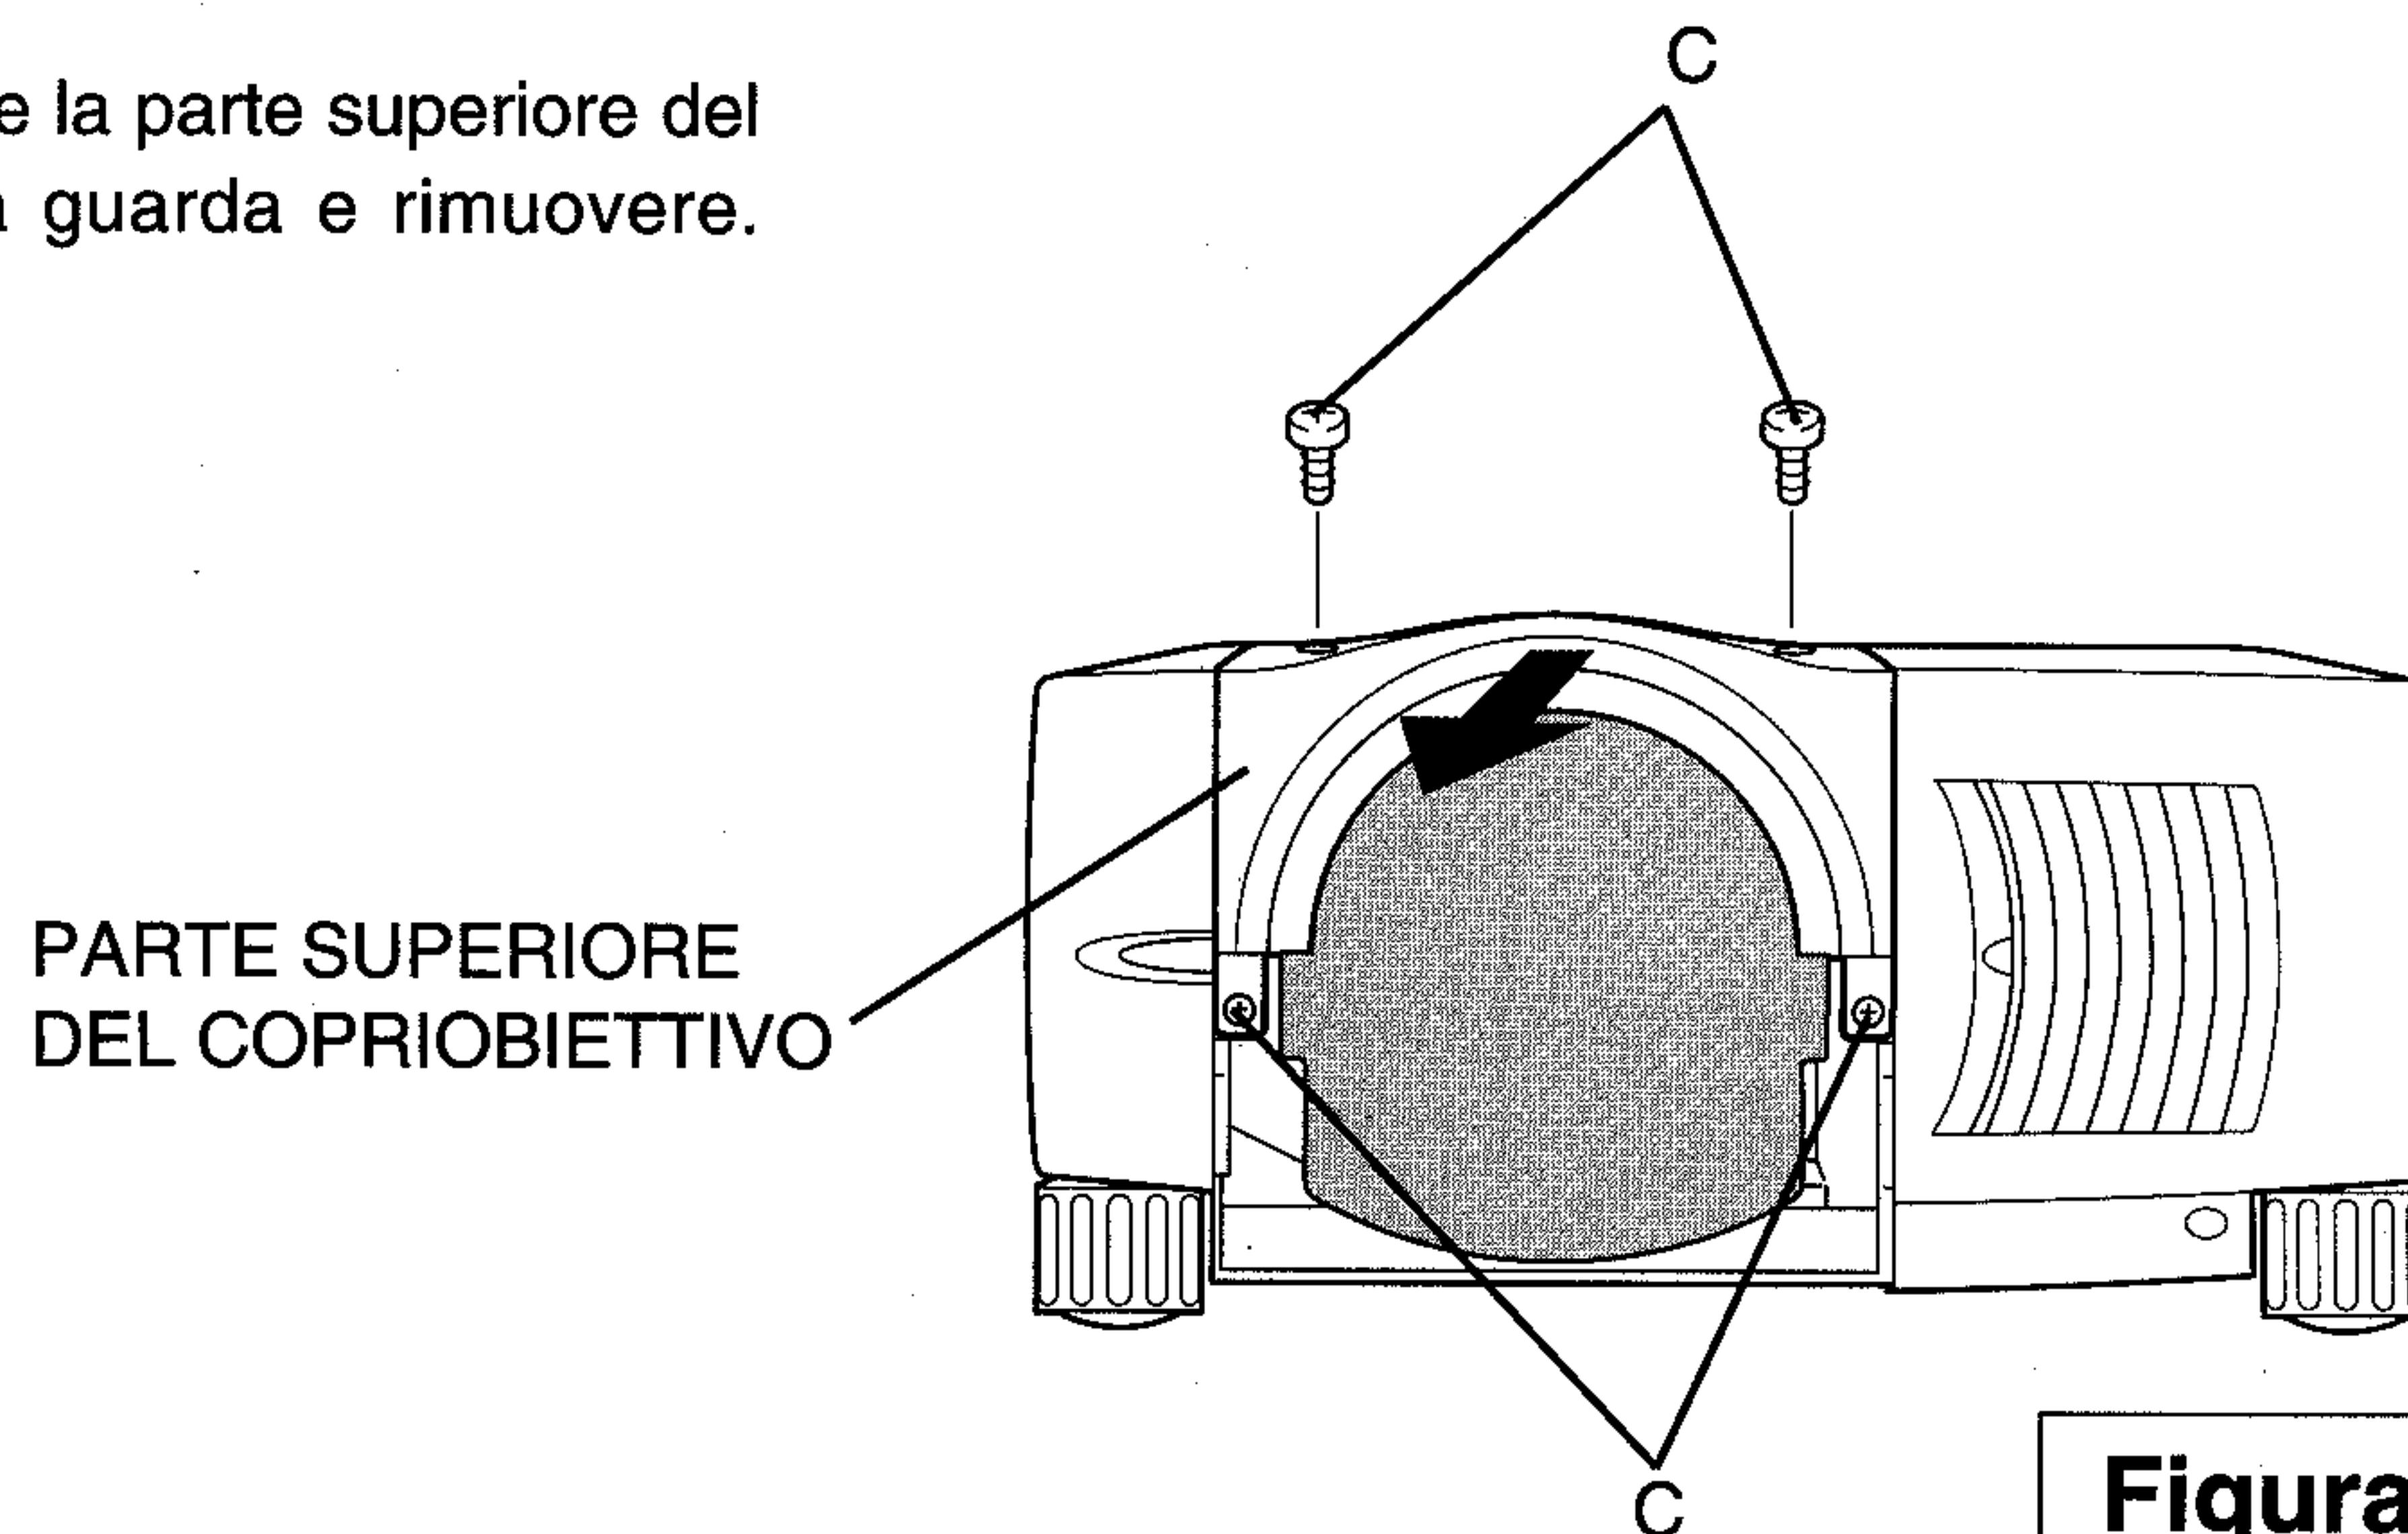
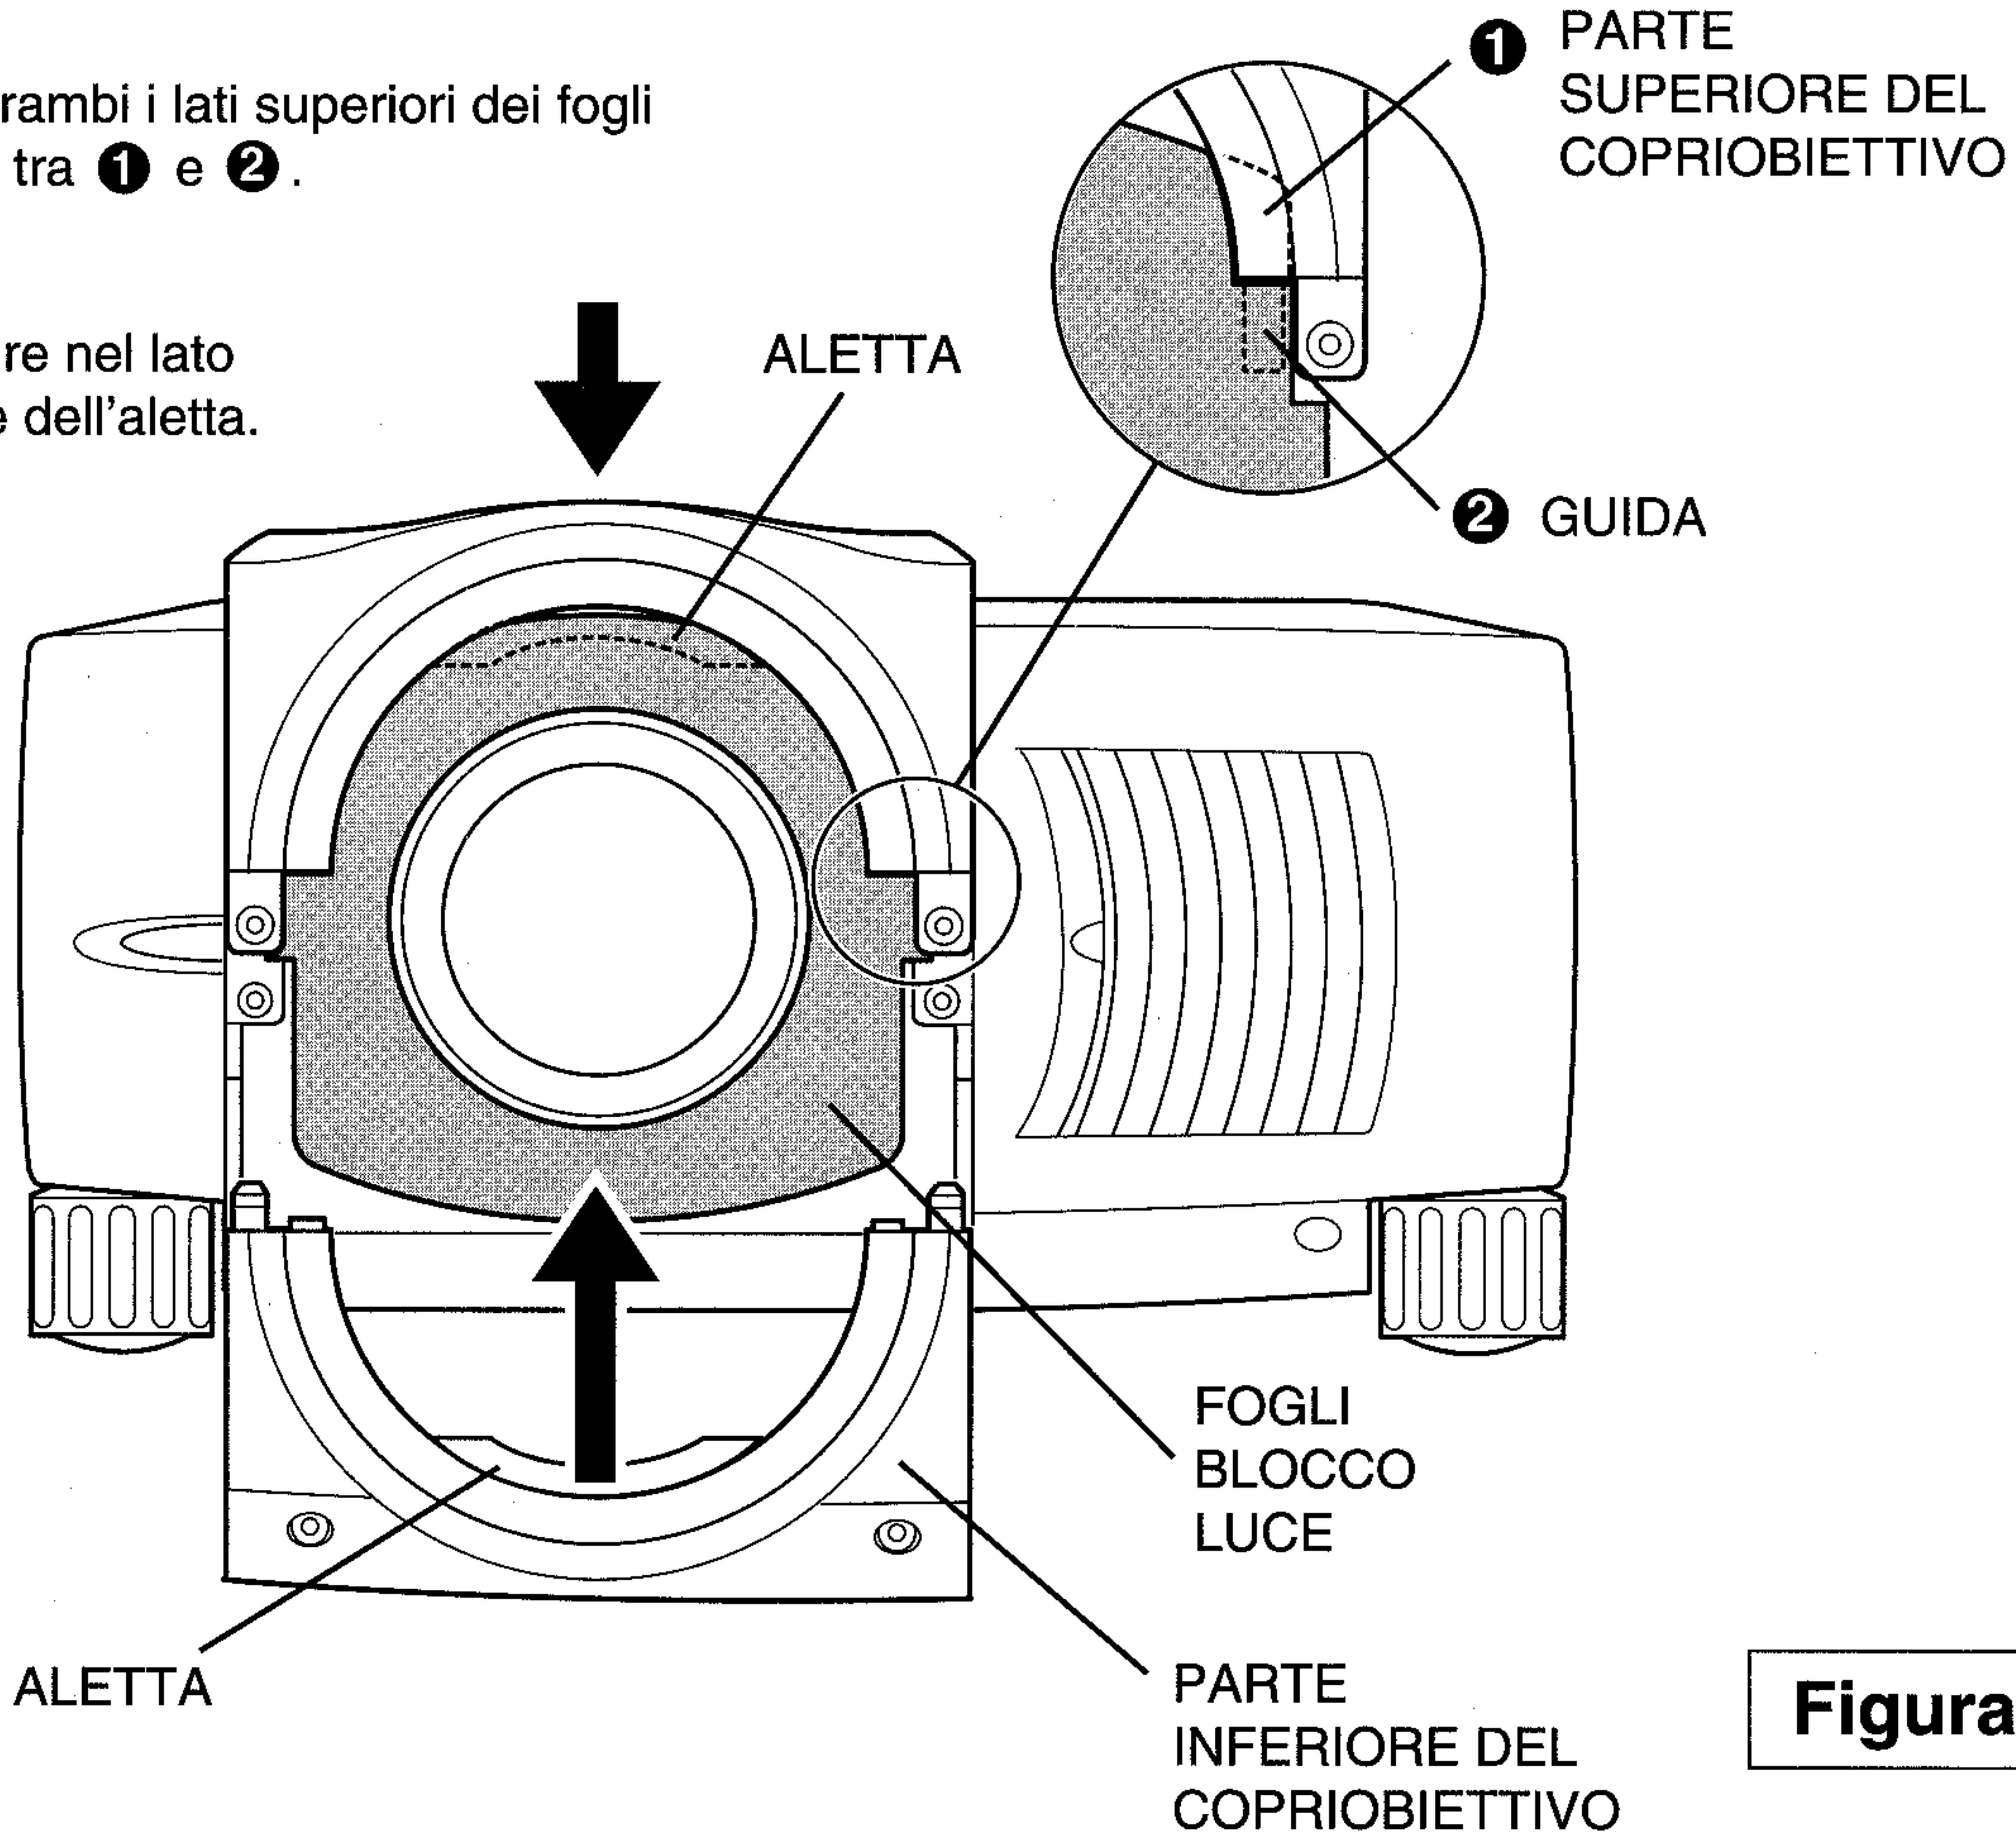

Figura 2
Figura 9
(Vedere la figura 2.)
- 8** Sostituire la parte superiore del copriobiettivo. Fissare la parte superiore del copriobiettivo con 4 viti C. (Vedere la figura 2.) Ad eccezione dei modelli LNS-W01, LNS-W01Z, LNS-T01 e LNS-T01Z, procedere come descritto sotto. Inserire i fogli blocco luce nella guida della parte superiore del copriobiettivo e sistemarli di fronte all'aletta. (Vedere la figura 9.)
- 9** Sostituire la parte inferiore del copriobiettivo. Fissare la parte inferiore del copriobiettivo con 2 viti A. (Vedere la figura 2.) Ad eccezione dei modelli LNS-W01, LNS-W01Z, LNS-T01 e LNS-T01Z, procedere come descritto sotto. Inserire i fogli blocco luce nella guida della parte inferiore del copriobiettivo e sistemarli di fronte all'aletta. (Vedere la figura 9.)